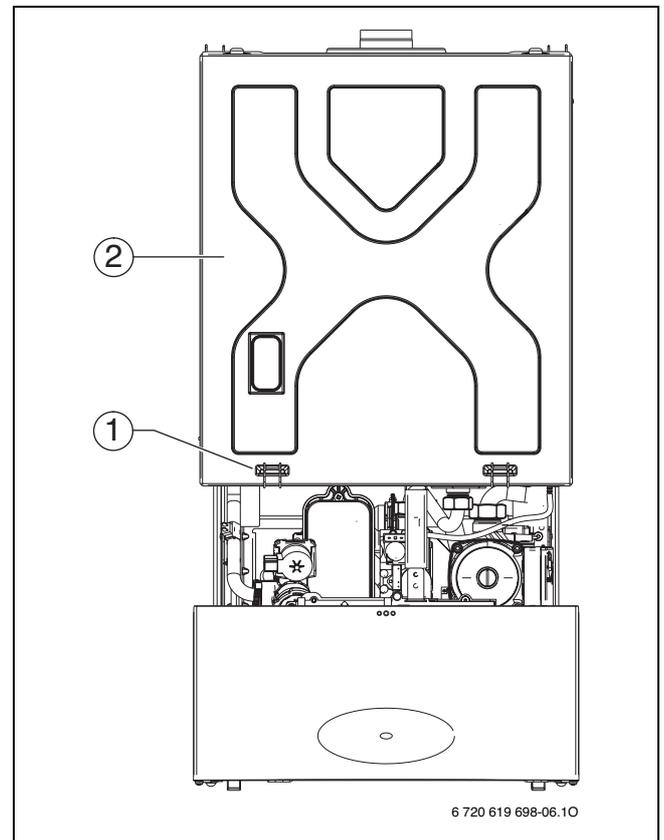

Fig. 47 Abrir la cámara de combustión
- ▶ Retirar las dos pinzas (1) y levantar la tapa de la caja de aire (2) hacia arriba (→ fig. 47).